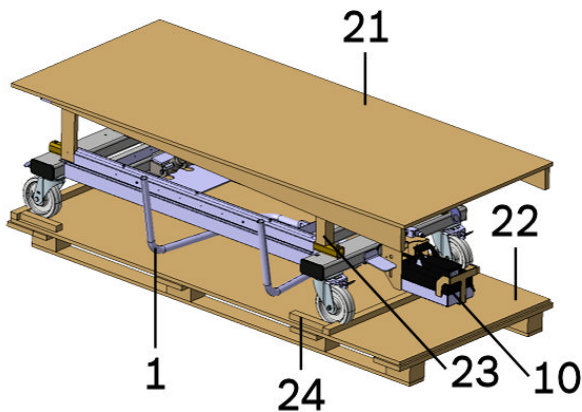

Figura 8: Mesa elevadora de tijera en el palet
1. Retire los listones de madera (24) de la parte delantera de las ruedas giratorias (6) (véase Figura 8).
2. Mueva el pedal de freno (12) hacia arriba para soltar los frenos.
3. Sujetar el mango (1). Haga rodar lentamente la mesa de elevación tipo tijera por la rampa (21) con la ayuda de un asistente.
2. Retire las clavijas de madera (23) de la mesa de elevación de tijera (véase Figura 8).